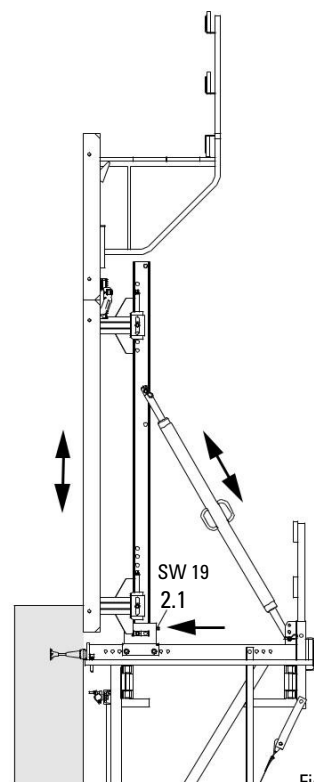

Fig. B2.20
7. Преместете застопоряващия блок (2.1) в подвижния трегер заедно с кофража към стената, SW 19. (Fig. B2.20)
8. Нагласете кофража, виж B3. (Fig. B2.20)